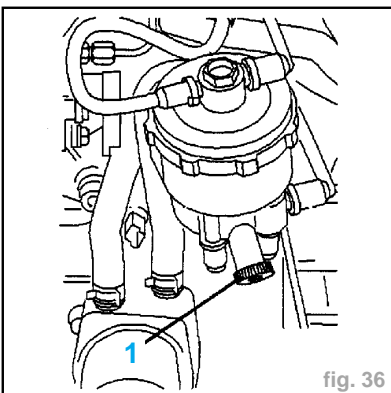

fig. 36
- Ouvrir la vis de purge (1) (fig. 36)